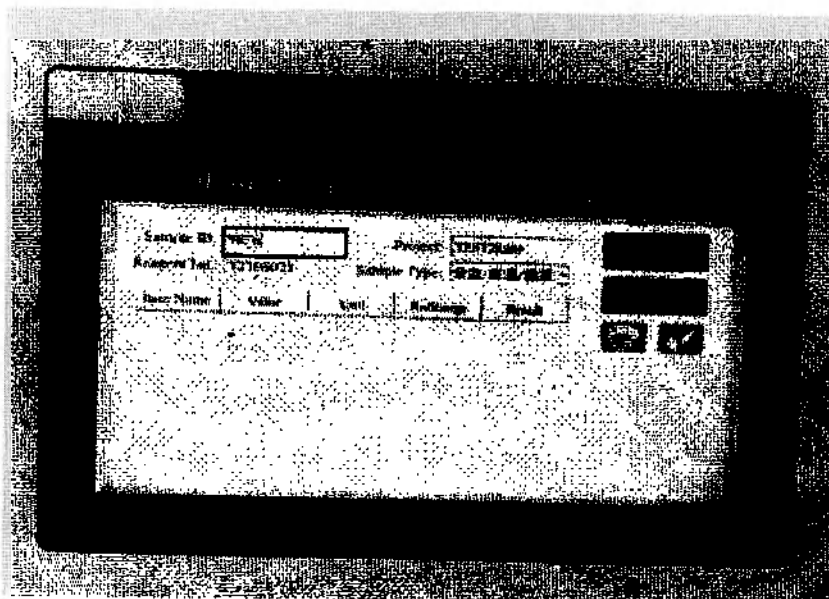

Рис. 23 Отображение кода образца после считывания сканером
- 5) Код образца автоматически отобразится на экране анализатора (см. рис. 23).